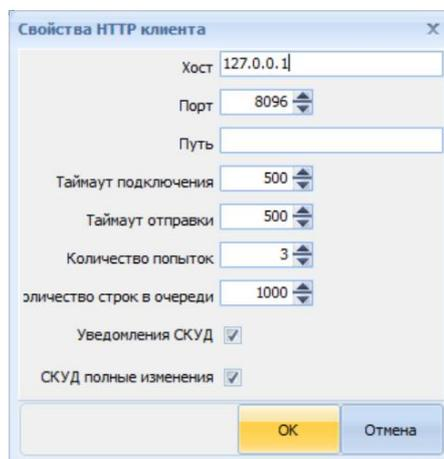

Рисунок 29.3 – Окно Свойства HTTP-клиента
6) Чтобы пополнить список клиентов необходимо в поле «Клиенты» нажать кнопку «Добавить» и в открывшемся окне «Свойства HTTP-клиента» ввести IP-адрес и номер порта компьютера, который будет принимать информацию, а затем нажать кнопку «ОК» (рисунок 29.3) (следует выбрать незанятый порт и добавить его в исключения в Firewall и в антивирус).
7) Для того что бы получать уведомления СКУД о проходах пользователей по типу «Доступ разрешен», «Проход выполнен» необходим поставить галочку «Уведомления СКУД» (рисунок 29.3).